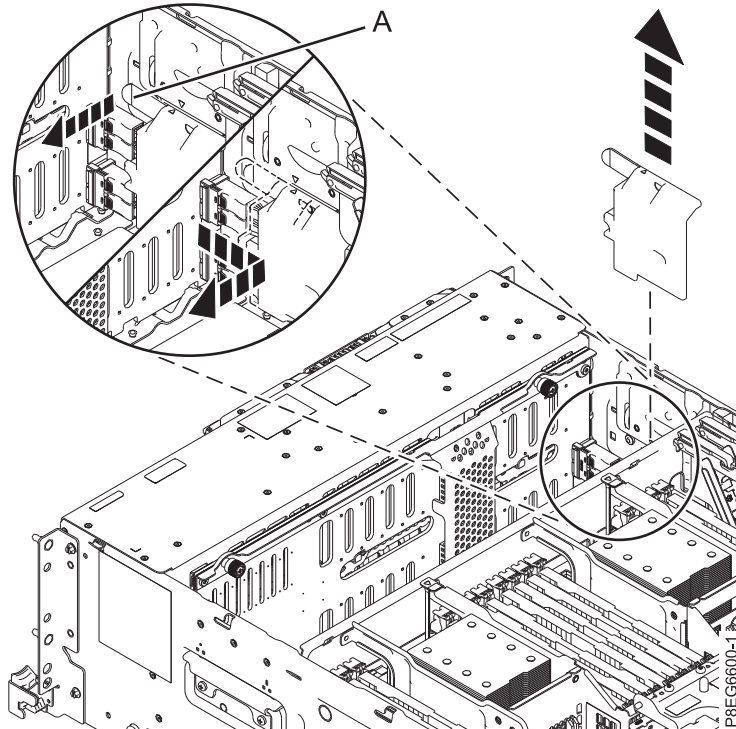

Figure 2. Retrait du cache du câble SAS
3. Retirez le cache du câble SAS avant. Saisissez la poignée **(A)** et tirez dessus pour l'éloigner, puis faites glisser le cache vers l'arrière pour le retirer comme illustré à la figure 2, à la page 5.